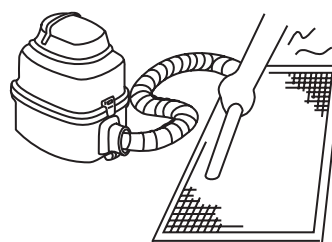

fig. 9-3
- Il lato di ingresso dell'aria deve trovarsi verso l'alto quando si usa l'aspirapolvere. (Vedi *fig. 9-3*)